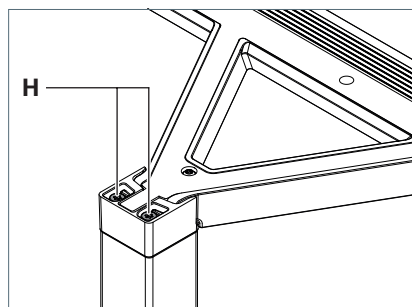

Fig. 10: Ajuster la tête du luminaire.
- Pour abaisser la tête du luminaire, tournez les vis de réglage **H** dans le sens inverse des aiguilles d'une montre, voir Fig. 10.